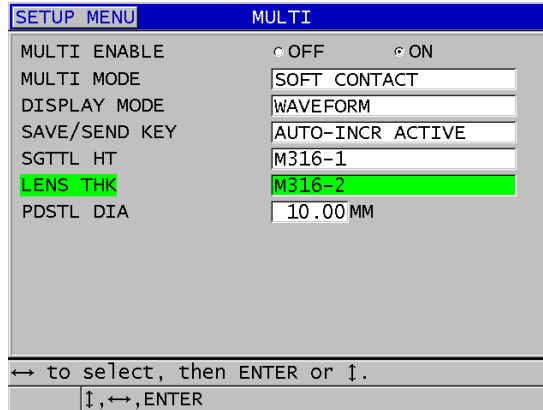

Figura 7-9 Configurar os parâmetros de medição no modo contato leve multi-medida
5. Na tela **MULTI** (consulte Figura 7-9 na página 125):